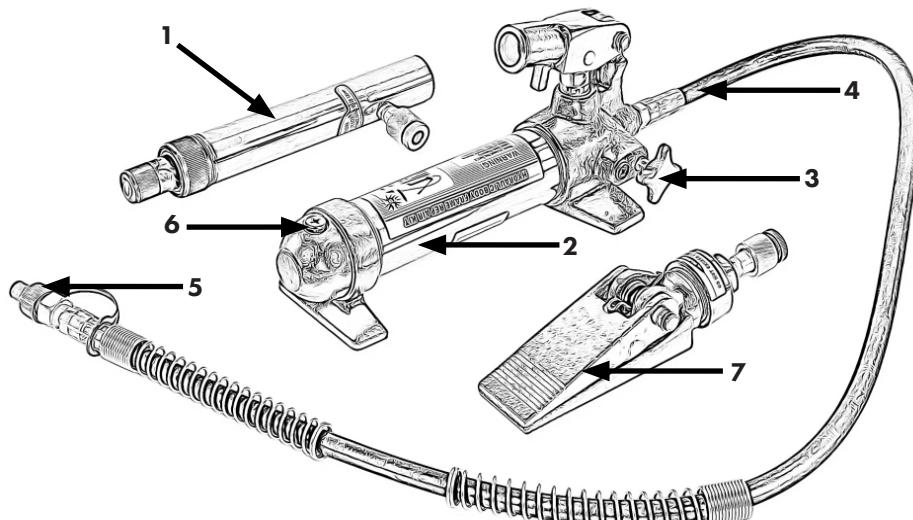

Bild 1
1. Ta först bort oljeskruven (6) och muttern på oljebehållaren. Ha en lämplig behållare redo för att samla upp den avtappade spilloljan. Vrid apparaten så att oljan kan rinna ut helt ur behållaren. (Bild 1)
3. Vänd apparaten så att oljebehållaren är vänd uppåt och stäng avstängningsventilen (3).
5. Stäng stopp- och avtappningsventilen (3) och pampa försiktigt handtaget (position 17) uppåt för att bygga upp ett lätt tryck.